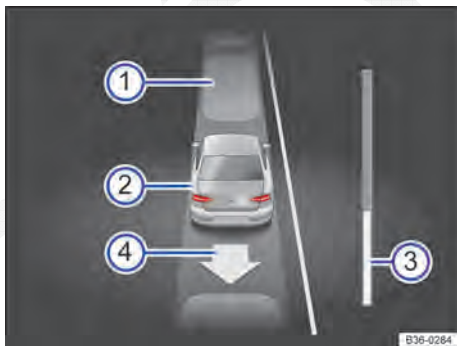

Fig. 213 No display do instrumento combinado: sair da vaga de estacionamento paralela à pista.
Legenda para Fig. 213:
7.	Conduzir em marcha a ré até o sinal de alerta contínuo do Park Pilot. OU: conduzir com marcha a ré até que apareça a solicitação para conduzir para frente no display do instrumento combinado, As barras de etapas → Fig. 213  mostram a distância a ser conduzida → Página 267.